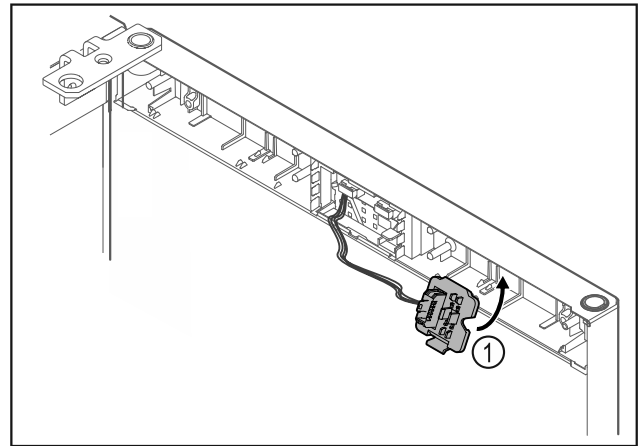

Fig. 18
- Paina pistokkeenpidin Fig. 18 (1) paikalleen vastakkaiselle puolelle.